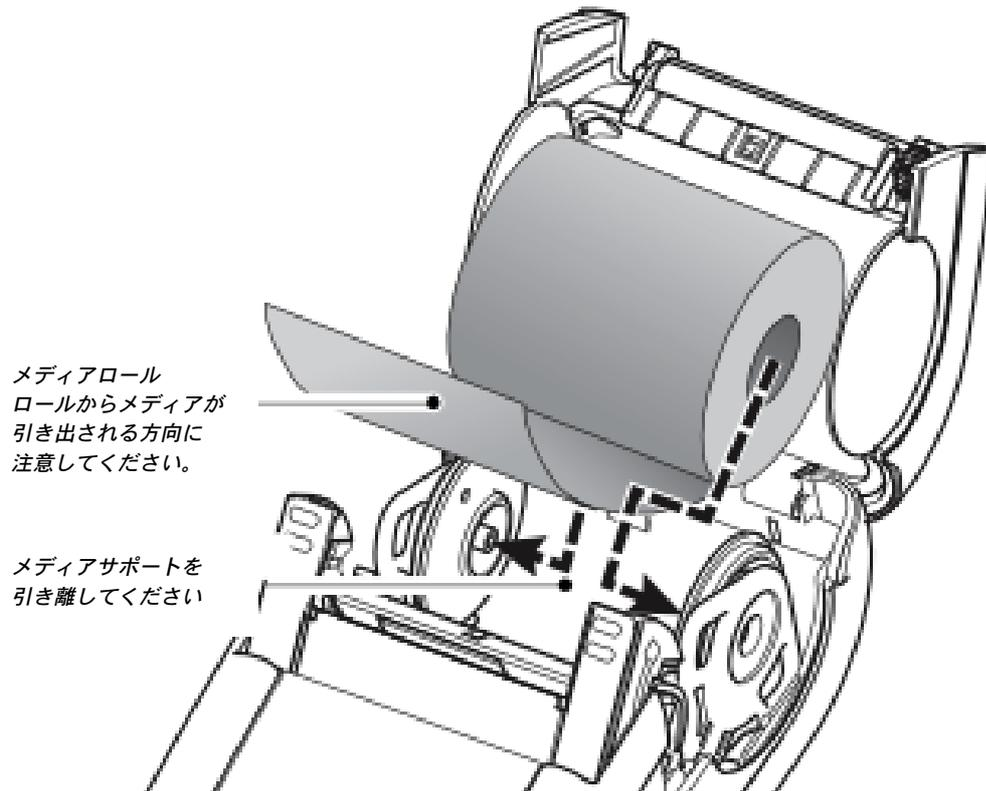

図6. QL220 にメディアを取り付ける
2. メディアを取り付ける：図6を参照してください。
メディアサポートを引き離してメディアのロールをその間に挿入し、メディアサポートを閉じます。図6に示される方向にメディアを引き出せるか確認してください。メディアの幅にあわせてサポートが自動的に調整されるので、メディアはサポート上を無理なく回転するはずです。